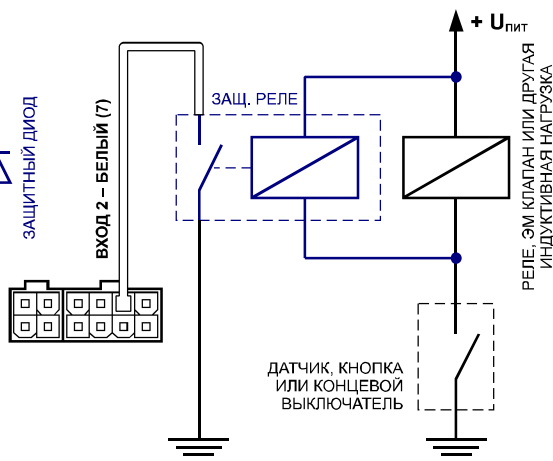

Рисунок 2.
2. **Защитное реле** (рис. 2) – устанавливается параллельно индуктивной нагрузке. При этом, контакты защитного реле служат для замыкания входа контроллера на «массу».